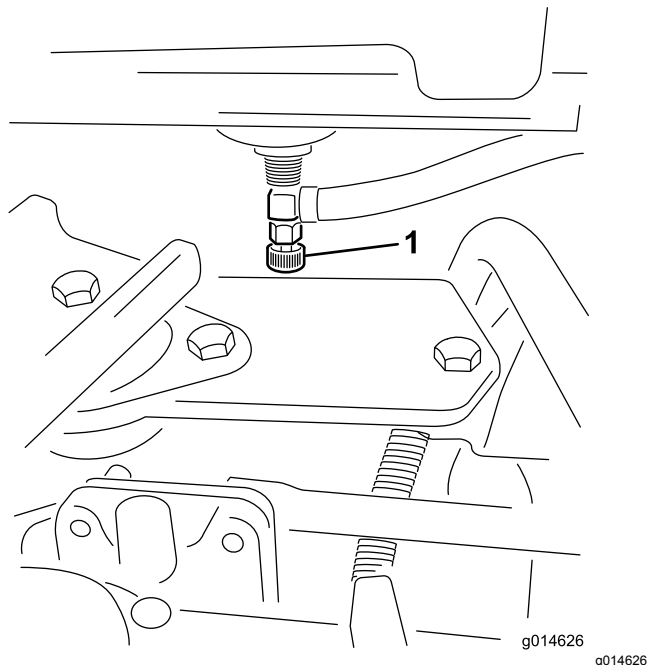

Рисунок 29
1. Закройте отсечной топливный клапан, расположенный под топливным баком (Рисунок 29).